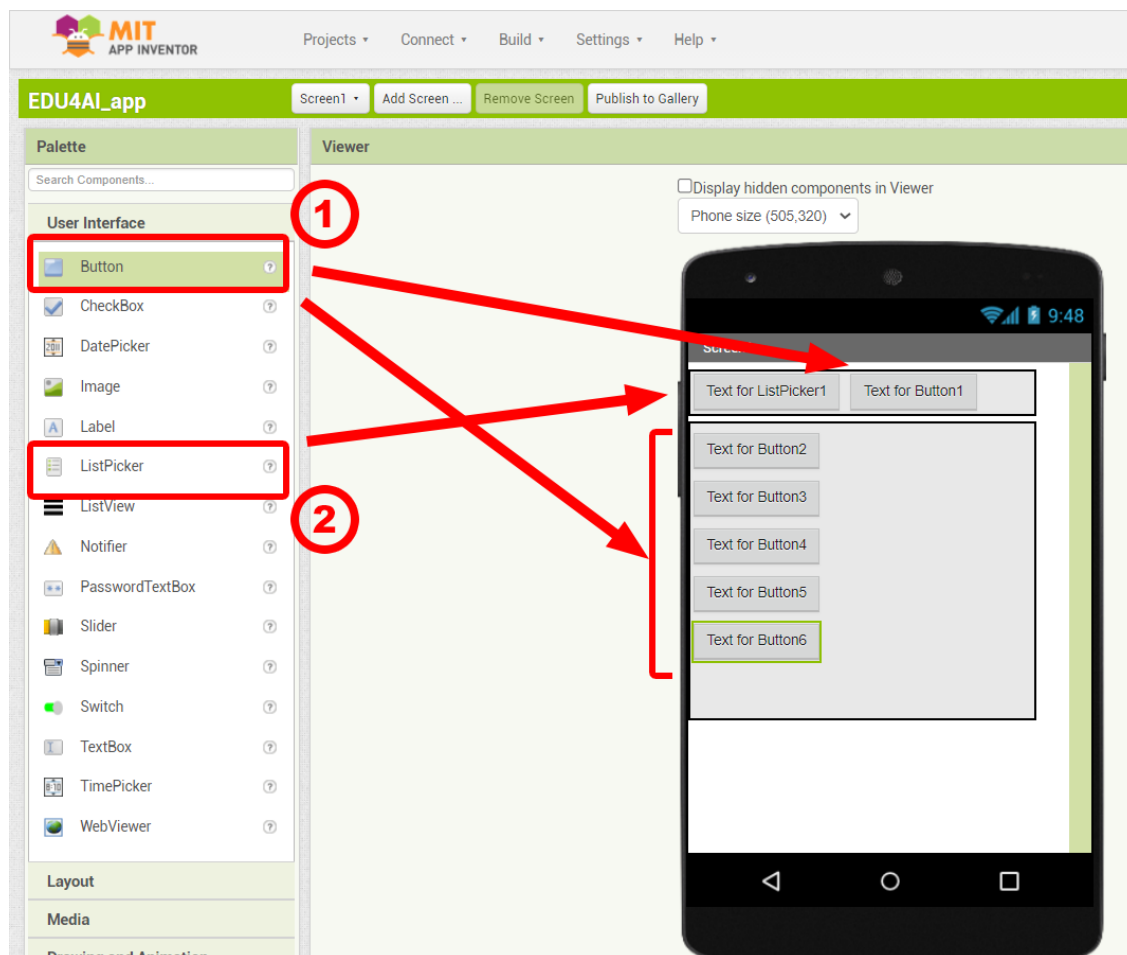

Figura 4: Adicionar um item ListPicker e 6 botões no ecrã
Especificamente, arrastamos o item "ListPicker" (2) e um botão (1) (ou seja, o botão de desconexão) e largamo-los na disposição "HorizontalArrangement" e, em seguida, arrastamos mais 5 botões (1) (ou seja, os botões de navegação) e largamo-los na disposição "VerticalArrangement" (Figura 4).